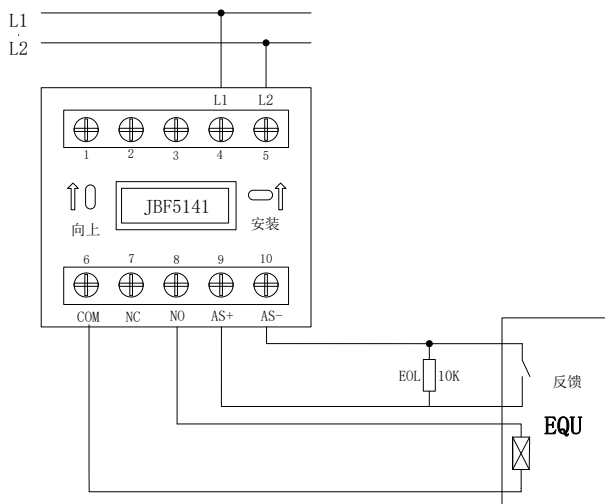

图 3：无源输出
- 无源输出时：NO(端子 8)、COM (端子 6) 接被控设备 (无源触点)。模块启动后 NO(端子 8) 和 COM (端子 6) 切换为闭合状态，见图 3。